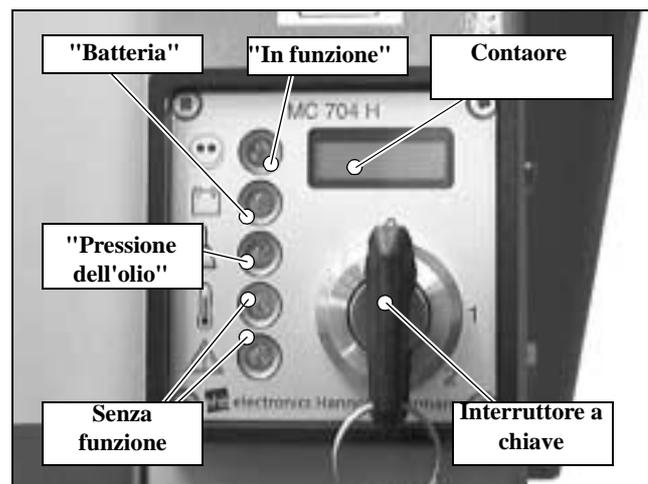

Fig. 4.7 Centralina di comando del motore con contaore
- Centralina di comando del motore con contaore (Fig. 4.7)